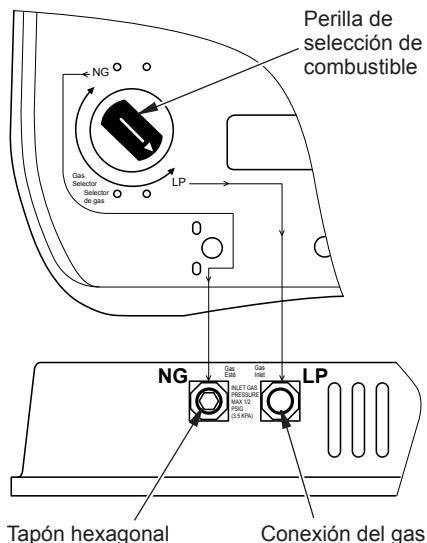

Figura 13 - Ajustes para Gas Propano/LP
1. Retire el tornillo de la placa de la cubierta situados en la parte posterior del calentador (consulte la Figura 13). Gírela para que se vea el dispositivo de selección de combustible.
2. Para GAS PROPANO, presione la perilla con un destornillador plano con hoja de un cuarto de grosor y gire la perilla en dirección contraria a las manecillas del reloj hasta que la perilla se fije en la posición LP (consulte la Figura 13). El dispositivo de selección de combustible debe estar fijo en la posición LP. No use el calentador con la perilla ubicada entre las dos posiciones.
4. Retire el tapón hexagonal (con la llave provista) de la entrada de gas propano/LP del regulador (consulte la Figura 13). Coloque el tapón hexagonal en la entrada NG del regulador. Instale la tubería de gas en la entrada del regulador de gas LP. Utilice sellador de roscado para evitar fugas.